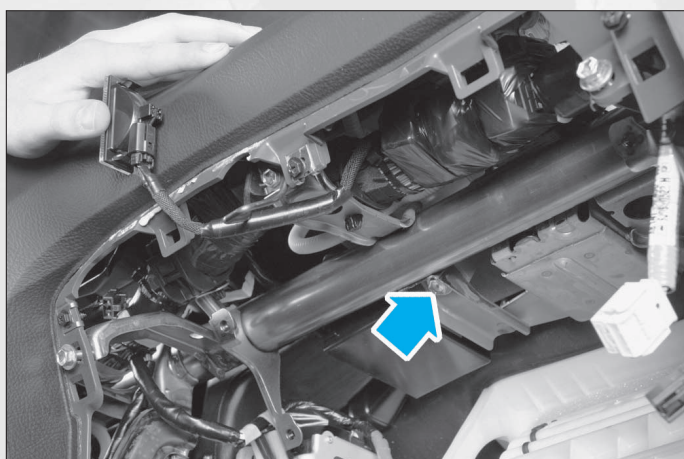

FIG.41
- Déposer la vis de fixation (Fig.41) maintenant l'airbag passager à la traverse.